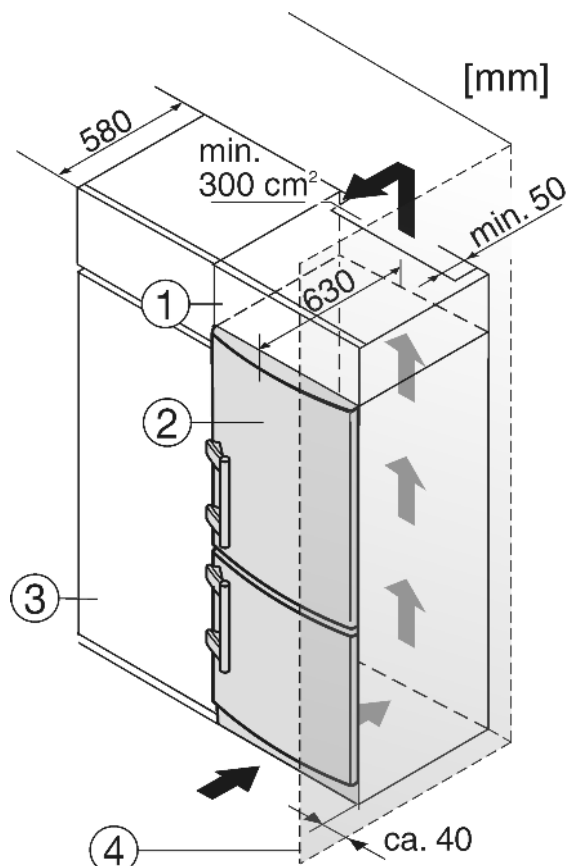

Fig. 5
- (1) Szafka nasadzana
- (2) Urządzenie
- (3) Szafka kuchenna
- (4) Ściana
Urządzenie może zostać obudowane szafkami kuchennymi. Aby dopasować urządzenie *Fig. 5 (2)* do wysokości ciągu szafek kuchennych, można nad urządzeniem umieścić odpowiednią szafkę nasadzaną *Fig. 5 (1)*.
W przypadku obudowania standardowymi szafkami kuchennymi (głębokość maks. 580 mm) urządzenie można ustawić bezpośrednio obok szafki kuchennej *Fig. 5 (3)*. Drzwi urządzenia wystają z boku o 34 mm i na środku urządzenia o 50 mm w stosunku do frontu szafek kuchennych. Dzięki temu można je bez problemu otwierać i zamykać.
Jeżeli urządzenie będzie ustawiane z zawiasami do ściany *Fig. 5 (4)*, to pomiędzy urządzeniem i ścianą należy zachować minimalny odstęp, wynoszący 40 mm. Na taką odległość wystaje klamka przy otwartych drzwiach.